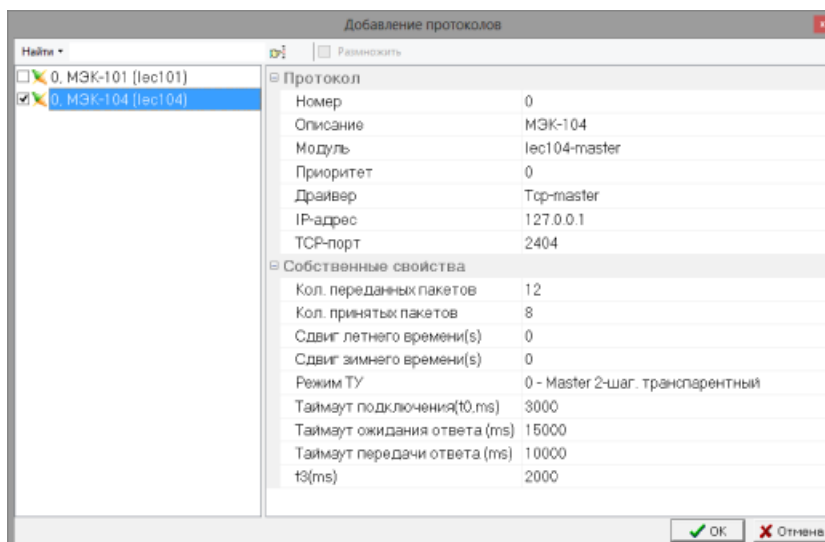

Рисунок 6.2 - Окно создания новой линии связи
2. В открывшемся окне свойств линии связи (см. рисунок 6.2) введите свойства создаваемой линии связи. Для поиска нужного типа линии связи используйте функцию поиска. При наведении указателя мыши на название свойства во всплывающей подсказке отображается название атрибута в шаблоне протокола, соответствующее данному свойству линии связи.